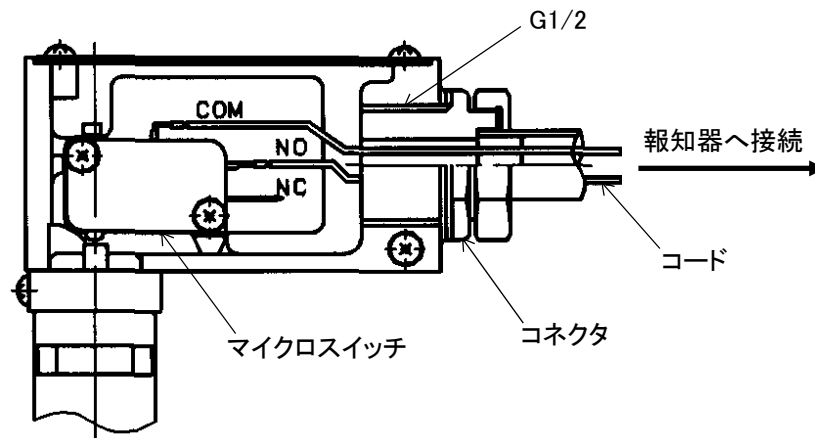

図 2 NO(常時開)接続例
3. ④コード用ゴムプラグを取り外し、次の要領で配線を行ってください。
3-1 図 2 のようにコネクタ等を用いて、マイクロスイッチの平型端子に任意に(NO, NC)に接続して下さい。なお、配線は、平型接続子(リセプタクル#187)を使用するか又は、半田付けによって行ってください。作業が終わり次第③ボックス用カバーを②十字穴付小ネジ(4 個)で締め付けて取り付けてください。